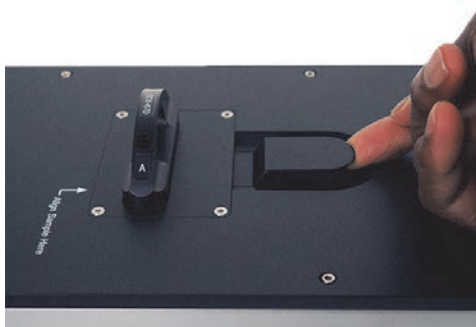

Abbildung 3-9 Probenzellenhalterung entriegeln
1. Heben Sie den Spannhebel an, um die Probenzellenhalterung zu entriegeln (Abbildung 3-9 auf Seite 53).